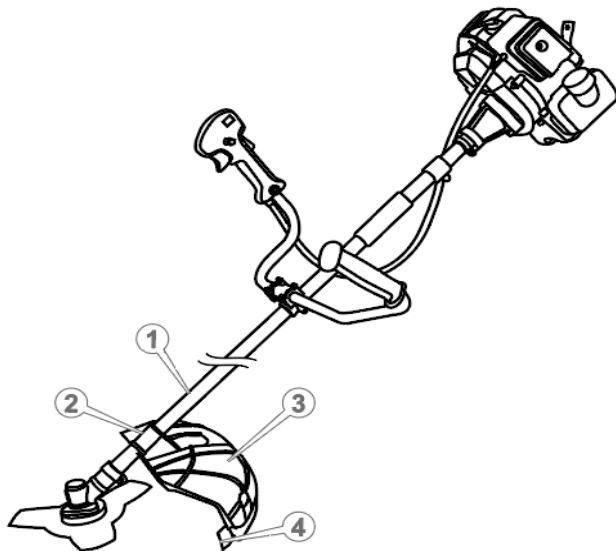

Рисунок 6. Схема встановлення захисного кожуха.
- встановити ніж (4, рис. 6) для обрізання жилки на захисний кожух (3, рис. 6) і надійно закрутити за допомогою фіксуючих кріплень;
- встановити захисний кожух (3, рис. 6) на штангу за допомогою комплекту кріплень так, щоб позиціонуючий отвір скоби (2, рис. 6) поєднався із відповідним отвором штанги (1, рис. 6), та зафіксувати гвинтами з комплекту. Переконайтеся в надійності кріплення захисного кожуха — прокручування не допускаються.
Жилка під час роботи зношується. Щоб замінити робочі кінці жилки — подати мотокосу до землі так, щоб різальний низ головки злегка короткочасно торкнувся корпусом поверхні землі, що призведе до виходу нової частини жилки, а зайва буде автоматично відрізана різальним ножем (4, рис. 6).